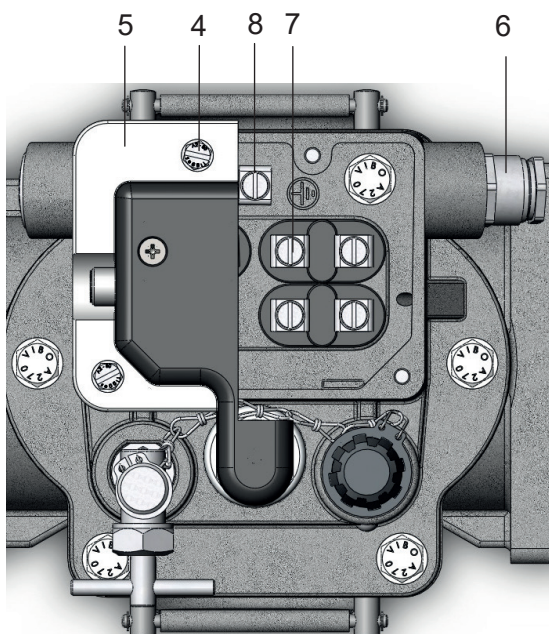

Figure 6 - Branchement électrique dans le cas de 8 passages au maxi.
- Desserrer les 4 vis M5 (Fig. 6 & 7/ n° 4)
- Retirer le couvercle / l'unité d'amplification (Fig. 6 & 7/ n° 5)
- Introduire le câble par le passe-câble à vis (Fig. 6 & 7/ n° 6)
- Raccorder le câble aux bornes à tige (Fig. 6 & 7/ n° 7) :
- couple de serrage maxi. 3 Nm pour les bornes à tige dans le cas de 8 passages au maxi. (Fig. 6)
Raccorder le conducteur de protection (isolement vert-jaune) à la borne de mise à terre (Fig. 6 & 7/ n° 8) (couple de serrage maximal 3 Nm)